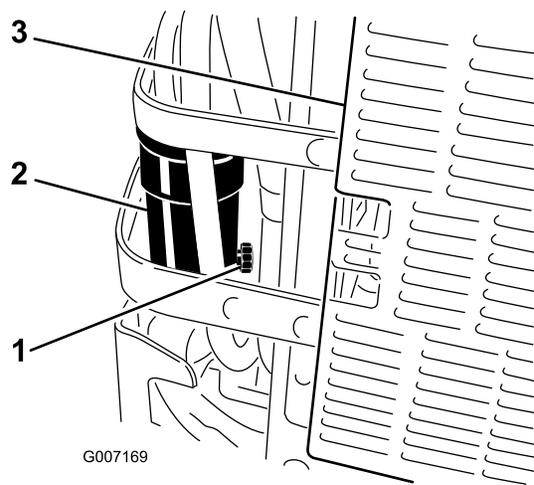

Figura 45
6. Abra la válvula de drenaje del separador de agua aproximadamente una vuelta para que se vacíen el agua y otros contaminantes (Figura 45).
7. Cierre la válvula de drenaje cuando salga solamente diesel combustible (Figura 45).